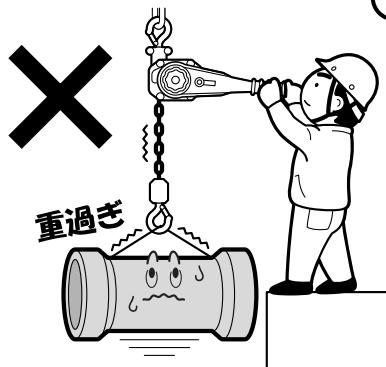
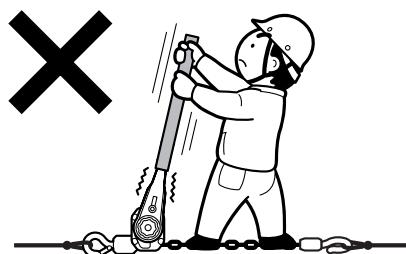

図2
図3
- (1)据え付けは、専門知識のある人以外は絶対に行わないでください。
- (2)レバー荷リストを設置する場所に十分な強度があることを確認してください。
- (3)定格荷重を超える荷は、絶対につらないでください。図2
- (4)損傷を受けたり、異音がするレバー荷リストを使用しないでください。
- (5)レバーにパイプなどを差し込んでの操作や足で踏みつけるような操作は絶対にしないでください。図3